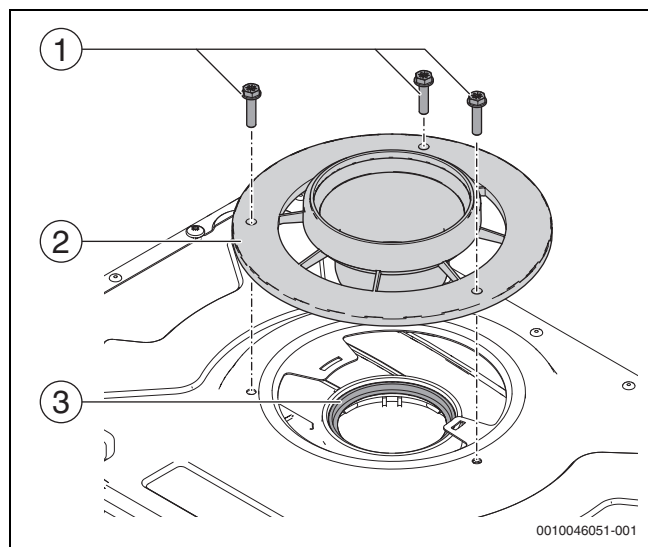

Fig. 130 Desmontar el adaptador de tubos de gas de escape y el set de tubos de escape
- Ubicar el set y el adaptador de tubo de gases de escape (→ fig. 130, [2]) en la placa superior.
- Apretar tres tornillos (Pozi o hexagonal) (→ fig. 130, [1]). No apretar demasiado los tornillos.